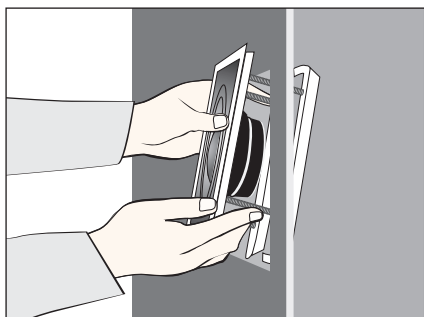

Fig. 4b
- a) En tenant le rebord avant du caisson de sous-graves avec les pouces et les index, poussez les vis de montage l'une vers l'autre avec les autres doigts de sorte que les fixations passent par le trou. (Fig. 4b et 5b);